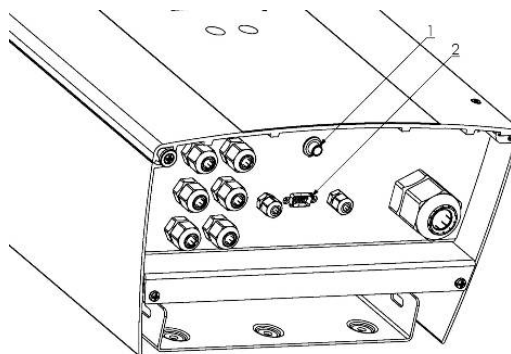

Figure 4.6 : partie inférieure du Powador
Le soir, l'appareil s'éteint à la tombée de la nuit. Il n'y a alors plus d'affichage sur la console. Pour pouvoir consulter malgré cela les valeurs du jour actuel, il est possible d'activer l'appareil également la nuit en appuyant sur le bouton Démarrage nocturne (Figure 4.6).
Une interface série isolée galvaniquement (figure 4.6 - (2) permet de transmettre des données d'exploitation à un ordinateur (p. ex. : ordinateur portable) et de poursuivre leur traitement individuel avec des programmes courants de calcul de tableaux.